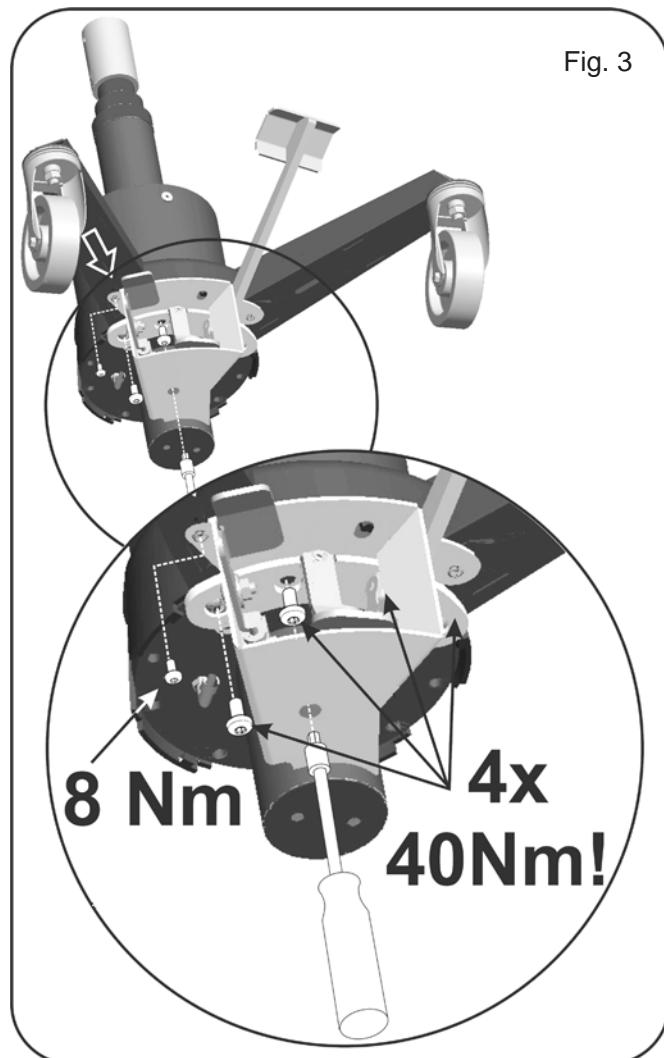

Fig. 3
5. Das eine Bein neben den Pedalen (Abb. 3) mit 2 x Schrauben 0200374 (6 mm Unbraco) befestigen 4 x 0200374 und mit 40 Nm anziehen. Dann Schraube 0263000 (Tx 30) montieren und mit 8 Nm anziehen.
5. Monter le pied au-dessus des pédales avec deux vis 0200374 (6 mm Unbraco) et serrer 4 x 0200374 à un couple de serrage de 40 Nm (fig. 3). Monter ensuite la vis 0263000 (Tx 30) et la serrer à 8 Nm.